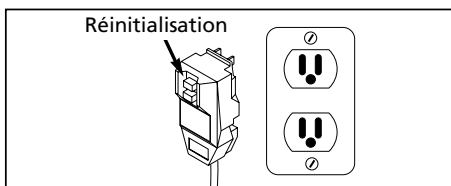

Figure 6 - Prise de terre/réinitialisation
1. Branchez le cordon dans une prise mise à la terre de 120 V et appuyez sur le bouton de réinitialisation tel qu'illustré à la figure 6.